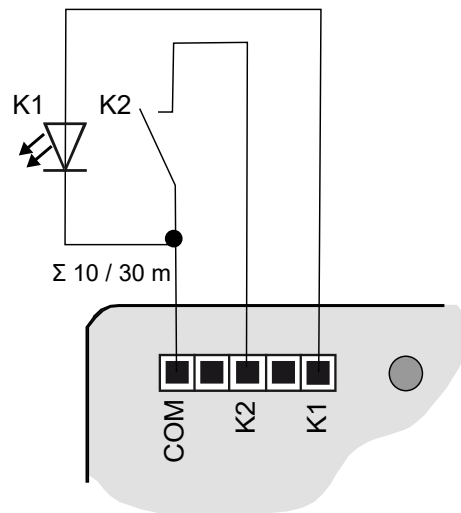
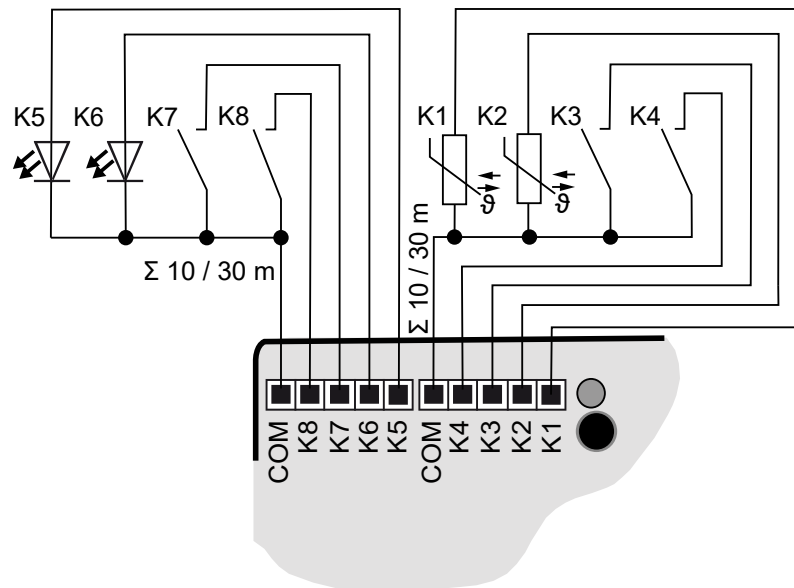

Figure 3: Exemple de raccordement de l'interface de bouton-poussoir double
Figure 5: Exemple de raccordement de l'interface de bouton-poussoir octuple
- Raccorder les boutons-poussoirs, les commutateurs, les contacts, les LED ou les NTC conformément aux exemples de raccordement avec les câbles de raccordement fournis (4) (voir figure 3) à (voir figure 5). Les exemples de raccordement illustrent l'utilisation avec des entrées, des sorties et des capteurs.